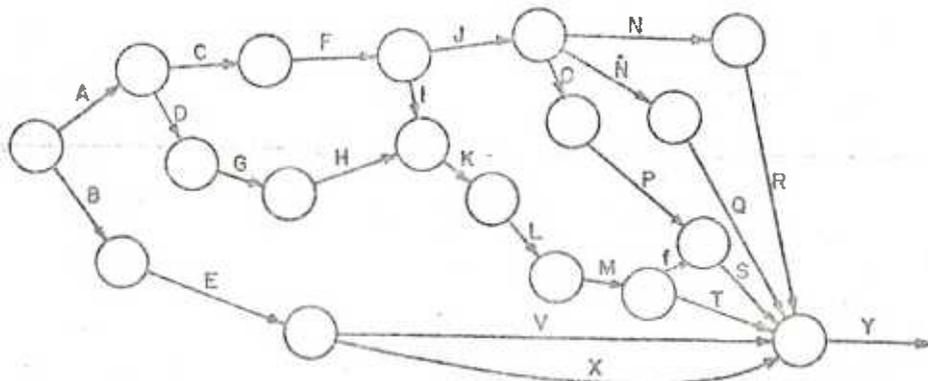

FIGURA 29
p) Reflejando la condición 18 tendremos (figura 29):